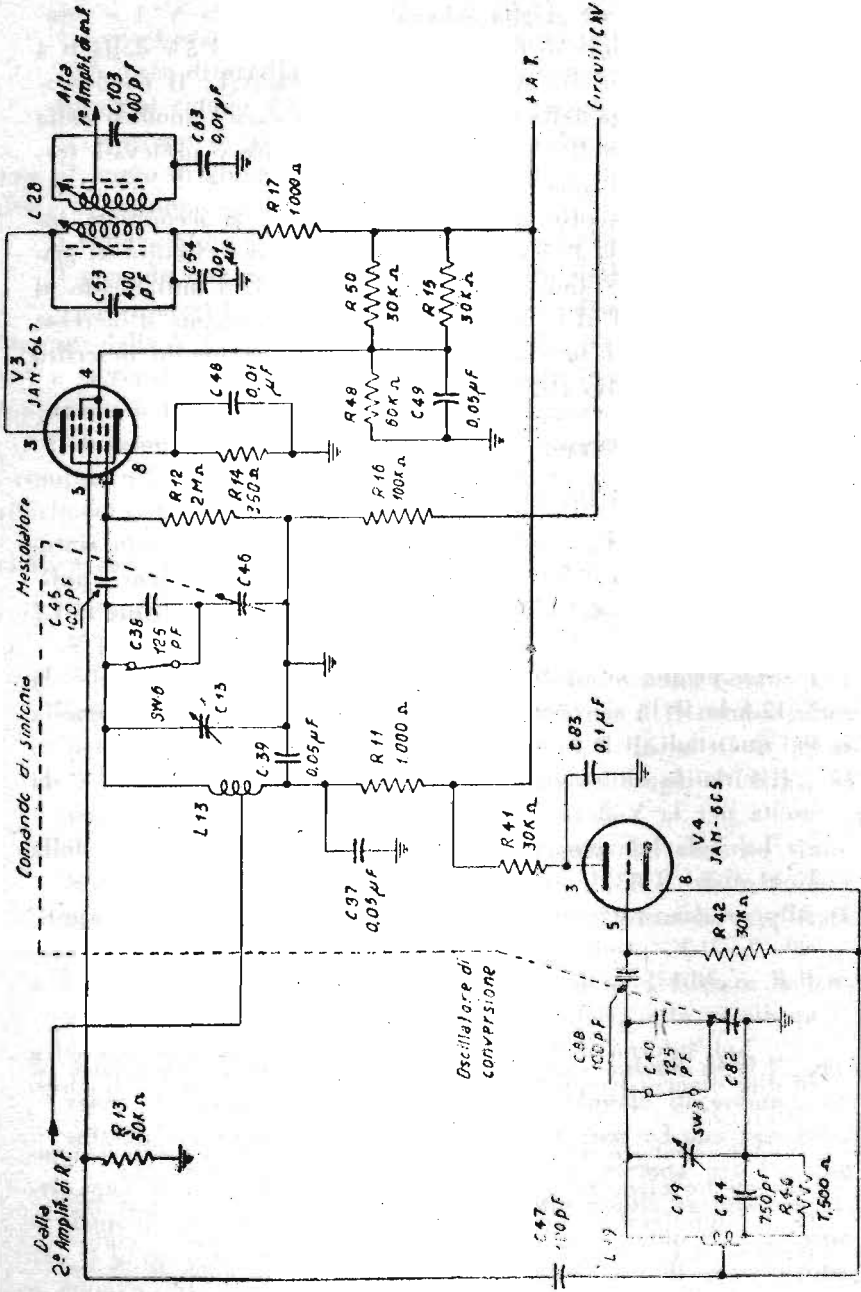

Fig. 6. Stadio mescolatore e stadio oscillatore di conversione dei circuiti BC-312 e BC-342 -
- 1) Il segnale di R.F. amplificato e sviluppato dal circuito sintonizzato costituito dal C 13, dal C 46 e dalla L 13 viene applicato alla griglia della V 3, valvola pentagriglia del tipo 6 L7 (fig. 6).